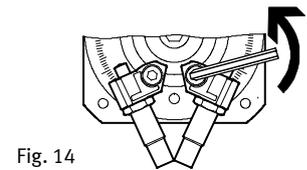

Fig. 14
4. Desserrer les vis de serrage des supports d'amortisseurs (Fig. 14).